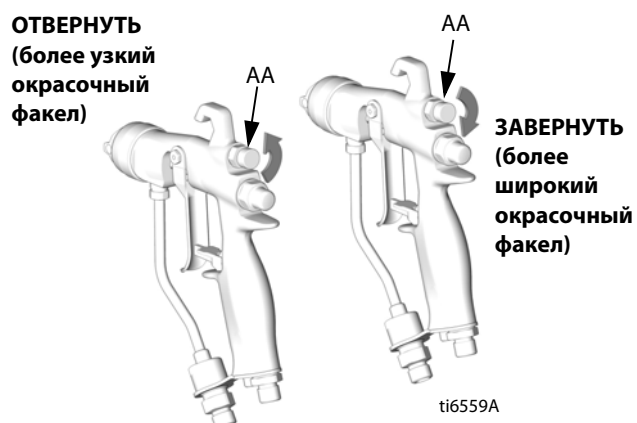

Рис. 4. Ручка регулировки подачи воздуха для факела
- См. Рис. 4. Перекройте подачу воздуха на распыление, повернув круглую ручку (AA) по часовой стрелке (завернув) до упора. Это приведет к формированию наиболее широкого окрасочного факела.
- См. Рис. 4. Для уменьшения ширины факела необходимо повернуть круглую ручку клапана подачи сжатого воздуха (AA) против часовой стрелки (открутить). Если ширина окрасочного факела все еще недостаточна, немного увеличьте давление воздуха, подаваемого в краскораспылитель, или воспользуйтесь соплом другого размера.